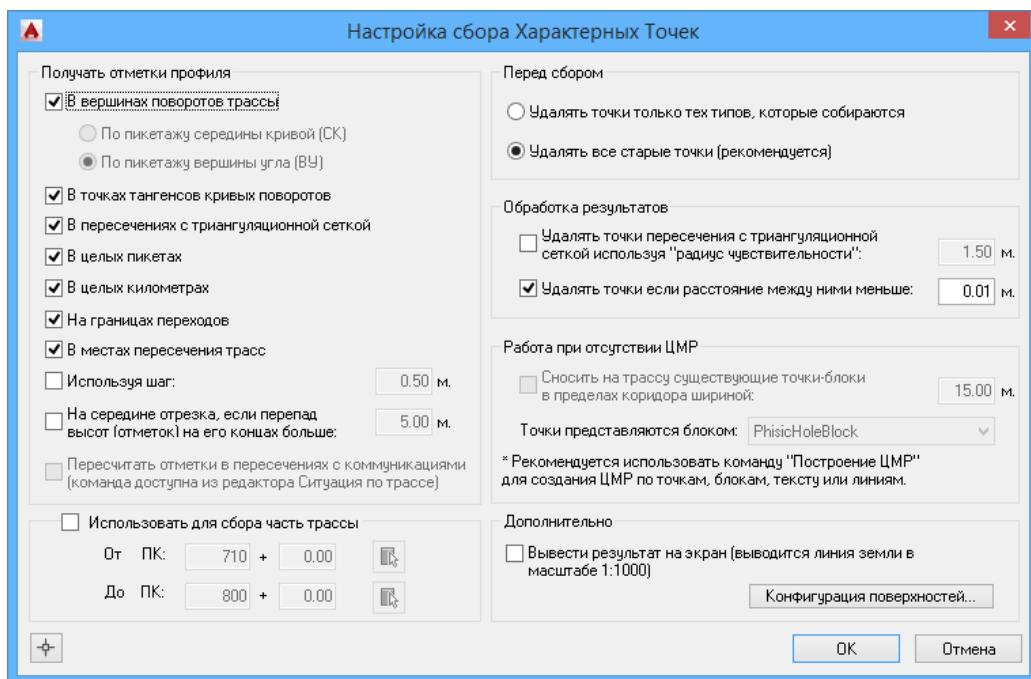

Рис. 65 Сбор характерных точек профиля
2. В диалоговом окне *Настройка сбора профиля* (см. рис. 65) задать нужные параметры:
Перед первым сбором ХТ необходимо выполнить настройку поверхностей, нажав кнопку *Конфигурация поверхностей* в диалоговом окне *Настройка сбора Характерных Точек* (см. рис. 65) или воспользоваться командой *Конфигурация ЦМР* см.рис. 66.